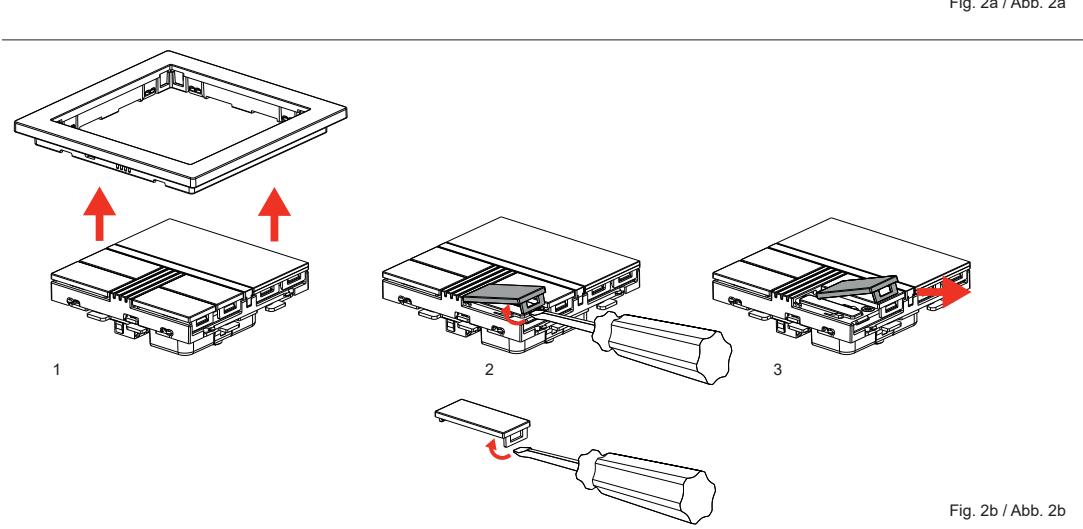

Fig. 2b / Abb. 2b
• Rimuovere la placca manualmente tirando prima il lato superiore, poi quello inferiore (1); • Procedere alla rimozione dei tasti singolarmente in questo modo: utilizzando un cacciavite piatto, sollevare prima l'angolo interno (2) con un movimento rotatorio, quindi sollevare l'angolo esterno (3) nello stesso modo e rimuovere il tasto. Ripetere l'operazione per ogni tasto (4). • SOLO per il modulo con il Multisensore (Fig. 2b) procedere in questo modo: Rimuovere la placca manualmente tirando prima il lato superiore, poi quello inferiore (1); • Procedere alla rimozione dei tasti singolarmente in questo modo: utilizzando un cacciavite piatto, sollevare l'angolo esterno del tasto (2) con un movimento rotatorio, quindi rimuovere il tasto tirandolo verso l'esterno (3). Ripetere l'operazione per ogni tasto.
• Entfernen Sie den Rahmen manuell, indem Sie zuerst an der Ober- und dann an der Unterseite ziehen (1); • Entfernen Sie die Tasten einzeln auf diese Weise: Heben Sie mit einem flachen Schraubendreher zuerst die innere Ecke (2) mit einer Drehbewegung an, heben Sie dann die äußere Ecke (3) auf die gleiche Weise an und entfernen Sie den Knopf. Wiederholen Sie den Vorgang für jede Taste (4). • NUR für das Modul mit dem Multisensor (Abb. 2b) wie folgt vorgehen: Entfernen Sie den Rahmen manuell, indem Sie zuerst an der Ober- und dann an der Unterseite ziehen (1); • Entfernen Sie die Tasten einzeln auf diese Weise: Heben Sie mit einem flachen Schraubendreher die äußere Ecke der Taste (2) mit einer Drehbewegung an und entfernen Sie dann die Taste, indem Sie sie nach außen ziehen (3). Wiederholen Sie den Vorgang für jede Taste.
• Remove the cover frame manually by first pulling the upper side, then the lower one (1); • Proceed to the removal of the buttons individually as follows: using a flat screwdriver, first lift the inner corner (2) with a rotary motion, then lift the outer corner (3) in the same way and remove the button. Repeat for each button (4). • ONLY for the module with the Multisensor (Fig. 2b), proceed as follows: Remove the cover frame manually by first pulling the upper side, then the lower one (1); • Proceed to the removal of the buttons individually as follows: using a flat screwdriver, lift the outer corner of the button (2) with a rotary motion, then remove the button by pulling it outward (3). Repeat for each key.
• Retire el marco de la cubierta manualmente tirando primero de la parte superior, luego de la inferior (1); • Proceder a la eliminación de los botones individualmente de la siguiente manera: utilizando un destornillador plano, primero levante la esquina interior (2) con un movimiento giratorio, luego levante la esquina exterior (3) de la misma manera y retire el botón. Repita para cada tecla (4). • SOLO para el módulo con el Multisensor (Fig. 2b), proceder de la siguiente manera: retire el marco de la cubierta manualmente tirando primero de la parte superior, luego de la inferior (1); • Con un destornillador plano, levante la esquina exterior de la tecla (2) con un movimiento giratorio, luego retire la tecla tirándola hacia afuera (3). Repita la operación para cada tecla.